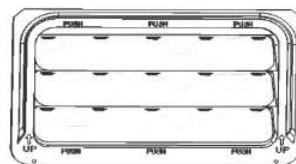

图 2-4-2 后通风口拆卸示意图
(1) 先通过产品正面上的“↑up”标识识别上下端, 避免上下装反; 左右通用; 如图 2-4-2 所示